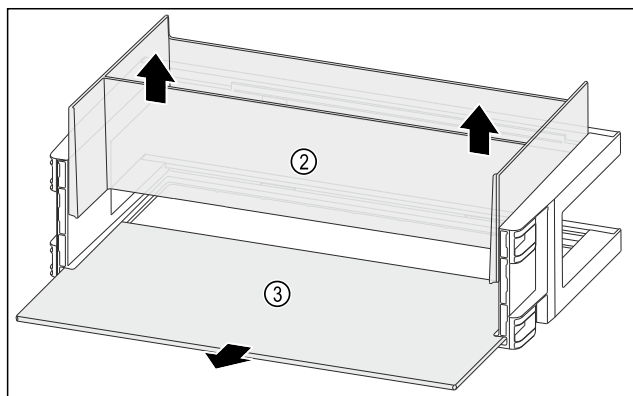

Fig. 141
- Estrarre l'organizzatore Fig. 141 (2) verso l'alto.
- Rimuovere il ripiano Fig. 141 (3).